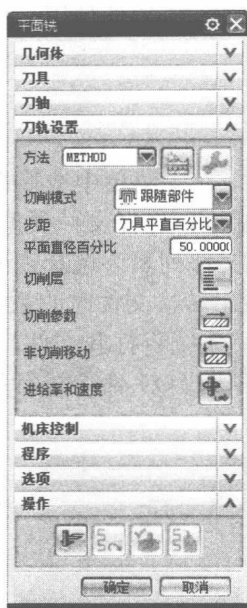
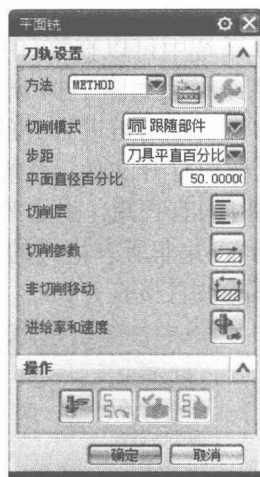

图 1-11 “平面铣”对话框
图 1-12 隐藏折叠的组
对话框的作用是实现人机交流。在 NX 8.0 中，工序的创建及参数的设置都是通过对对话框来实现的。如图 1-11 所示为“平面铣”对话框。
1) 对话框中的组。NX 8.0 将完成命令所需的参数组织为对话框内的组。单击组标签(▼、▲)时可以展开或者折叠该组参数，如图 1-11 所示为显示刀轨设置组。对于折叠的组可以通过单击对话框标题栏右侧的按钮(🔍)，单击显示出的“隐藏折叠的组”将其隐藏，如图 1-12 所示；反之单击按钮(🔍)，单击“显示折叠的组”可将隐藏的组显示出来。对话框的高度及宽